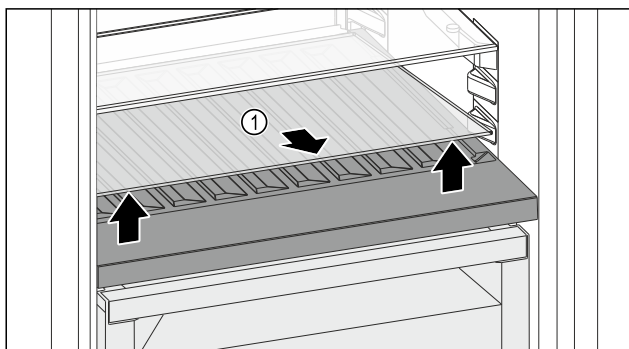

Fig. 192
- Skleněnou desku Fig. 192 (1) zvedněte za vybraní vpředu a vyjměte ji.
- Skleněnou desku Fig. 192 (1) uložte bezpečně mimo spotřebič.
- Skleněnou desku (2) vložte pod variabilní přihrádku na láhve.